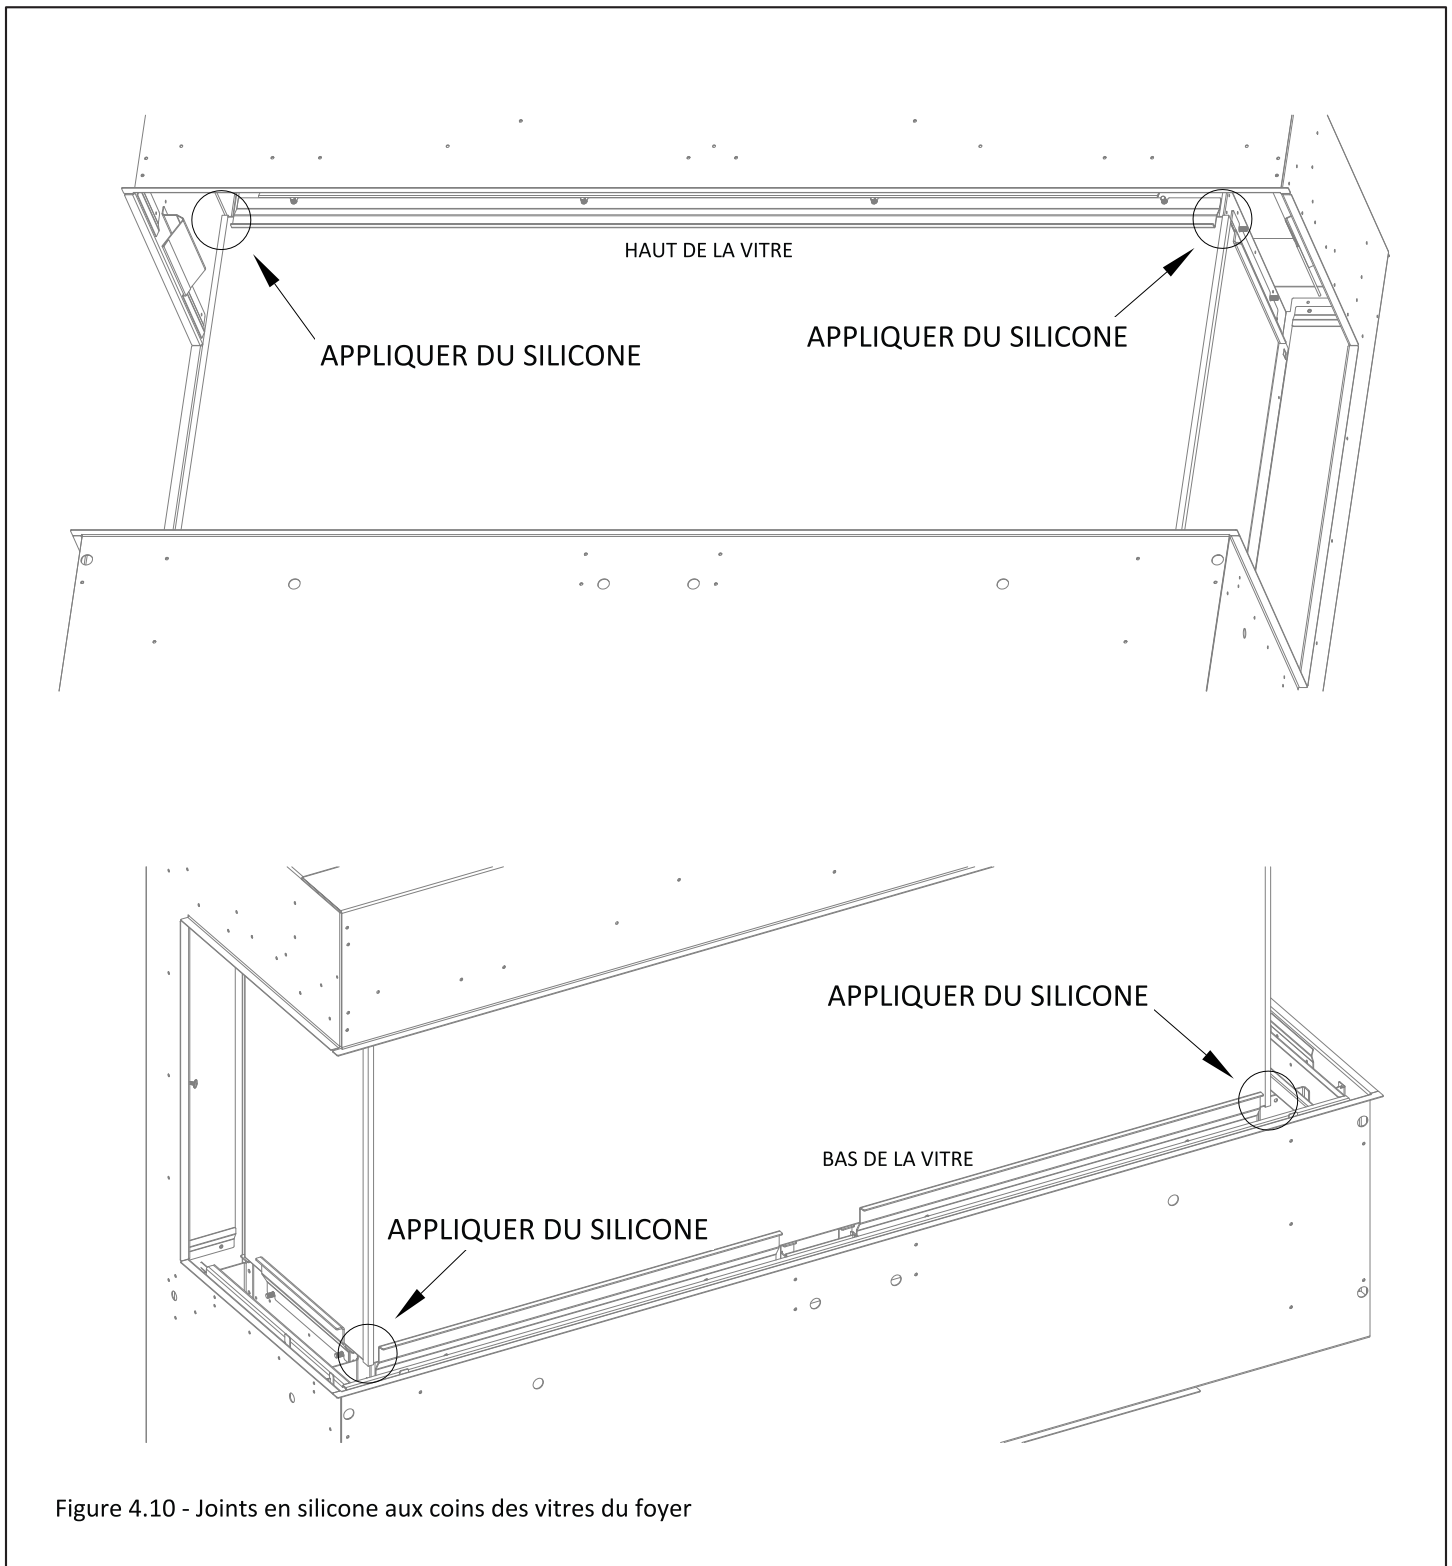

Figure 4.10 - Joints en silicone aux coins des vitres du foyer
5. Appliquez un joint de silicone haute température aux coins supérieurs et inférieurs des jonctions des vitres de façade et latérales. Voir la Figure 4.10.